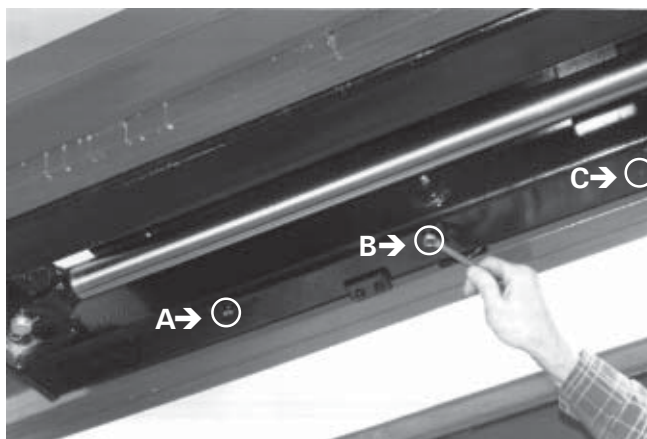

Figure 14
- 1) La longueur de la course est ajustée en usine pour les balles les plus longues (5 1/2') (trous A & B) (Figure 14). La course peut cependant être raccourcie afin d'augmenter l'efficacité de la machine lorsque vous transportez des balles plus courtes (4') (trous B & C) (Figure 14).